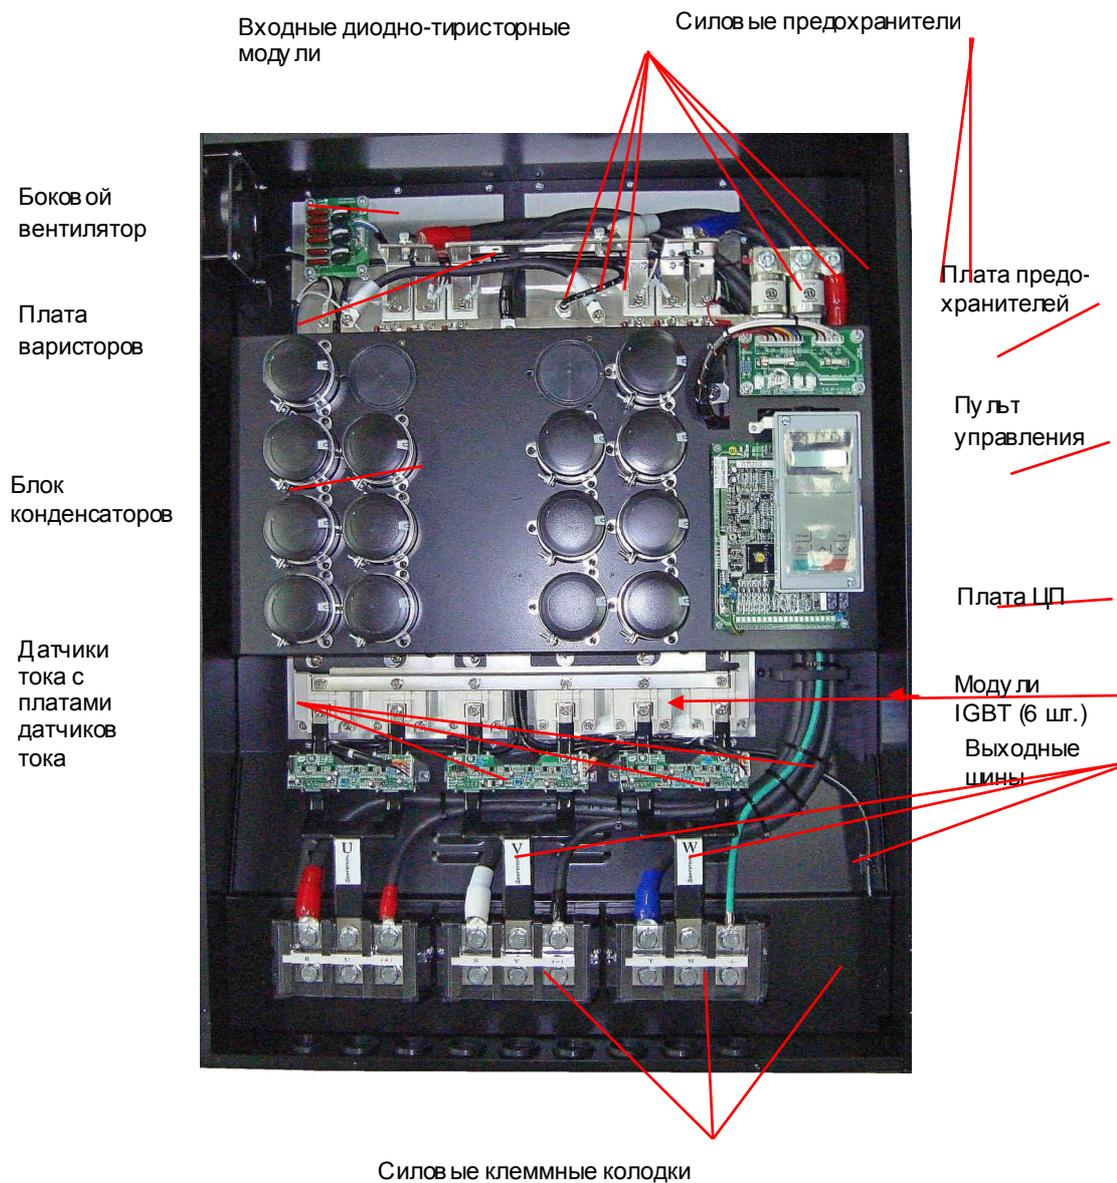

Рис. 4.3.
4.5.1. Общий вид преобразователей частоты EI-7011-175H, -200H со снятой верхней крышкой и расположение элементов внутри ПЧ представлены на рис. 4.3.